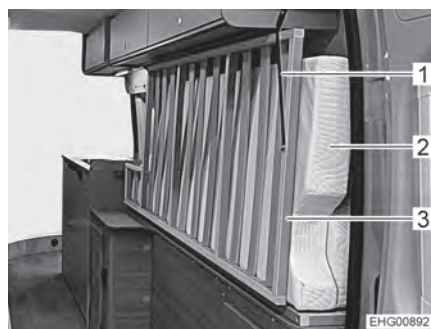

Bild 45 Höger säng i transportläge
- Vik upp madrassen (Bild 45,2) för den högra sängen (från körriktningen sett) på längden och ställ den på kanten, skjut sedan mot väggen så långt det går (se Bild 45).
- Fäll upp sängbotten (Bild 45,3) för den högra sängen.
- Fäst sängbottens bakre ände med fästbandet (Bild 45,1).